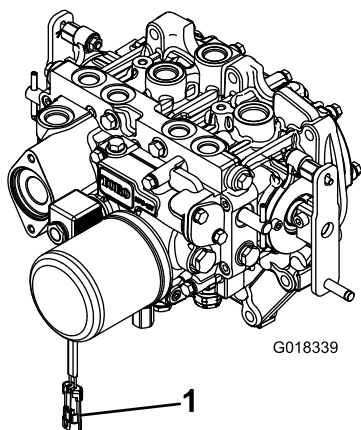

図 3
2. PTO クラッチを誤って作動させることのないように、PTO用ソレノイドバルブコネクタから、ワイヤハーネスのコネクタを外しておくこと 図 3。
8. 駆動シャフトの反対側の端部をアタッチメントのギアボックスのシャフトに固定し終わったら、ワイヤハーネスの電気コネクタをPTO ソレノイドバルブのコイルのコネクタに接続する 図 3。